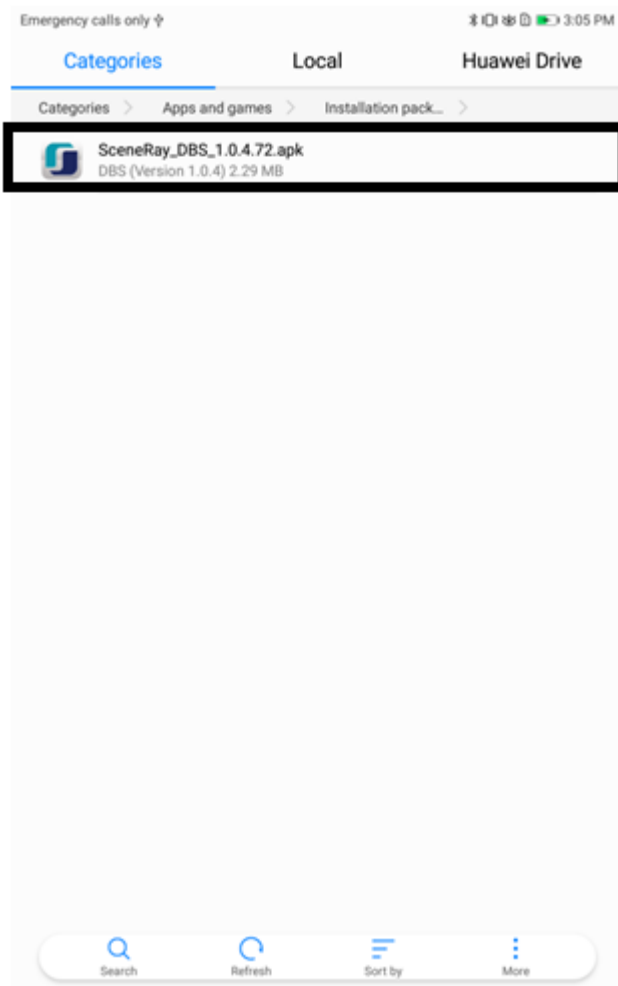

FIGURA 3: LISTA DE PAQUETES DE
4. Haga clic en SceneRay\_DBS\_1.0.4.72.apk en la lista de paquetes de instalación (Figura 3) para ingresar a la interfaz de instalación de la aplicación;